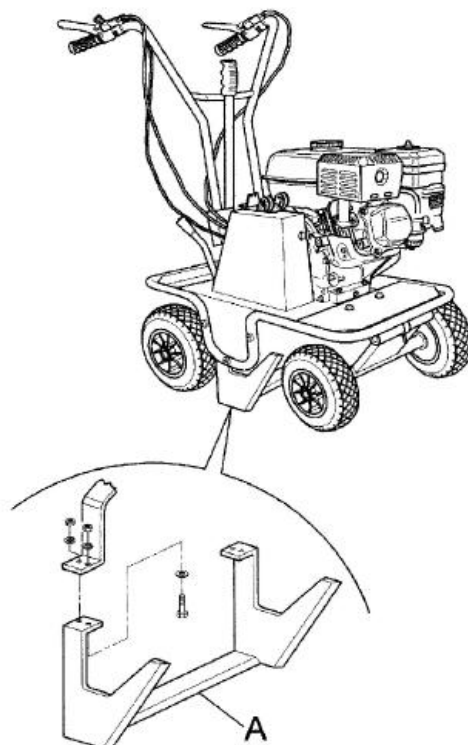

Figure 10
- Durant le travail, si la lame (Fig. 10 Réf. A) heurte des pierres ou des souches, s'arrêter immédiatement et vérifier qu'elle ne s'est pas pliée ou cassée. Si elle est défectueuse, il est nécessaire de la remplacer.